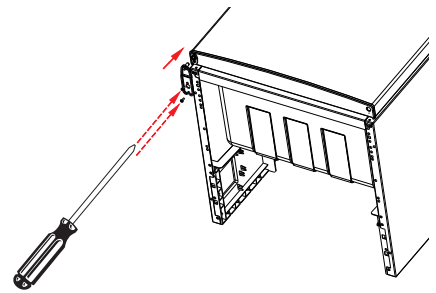

Fig. 18
- ▶ Fastgør begge skruer på det nederste hængsel med en stjerne-skrue-trækker (fig. 18). Spænd ikke skrueene helt fast endnu, da døren stadig skal kunne justeres. Først når en ensartet lukning af døren er mulig, spænder du begge skruer for det nederste hængsel.